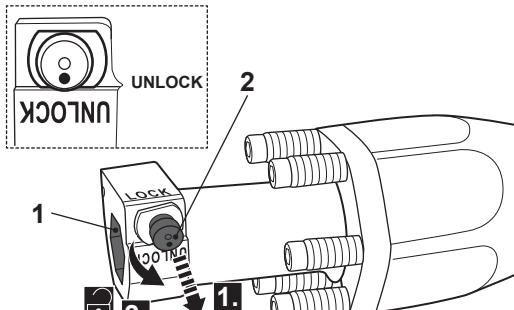

Fig. 1
- > Limpe e lubrifique ligeiramente a extremidade da haste da ferramenta (11).
- > Certifique-se que a cavilha de bloqueio está na posição "DESBLOQUEADO". Puxe a cavilha de bloqueio (2) para fora e rode-a 180° para desbloquear a entrada do mandril (1), se necessário (Fig. 1, passo 1).